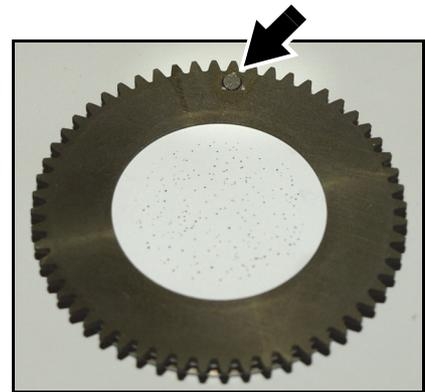

Bild 15: Magnet des Gobohalters
- Siehe Bild 15. Drehen Sie die Gobofassung, bis der Magnet (Pfeil) mit einem selbst gewählten Referenzpunkt des Moduls übereinstimmt. Ersetzen Sie die Gobos immer einzeln und drehen Sie den Magneten immer auf den Referenzpunkt. Drehen Sie das Goborad nicht, wenn Gobofassungen entfernt wurden. Dadurch vermeiden Sie die Korrektur der Indexwerte der Lichtsteuerung nach der Wartung.